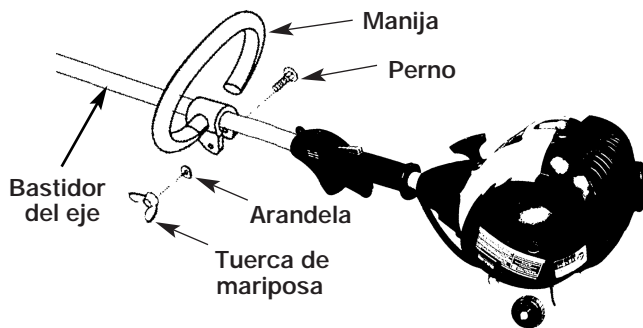

Fig. 1
2. Introduzca el perno a través de la manija y asegúrelo con la arandela y la tuerca (Fig. 1).